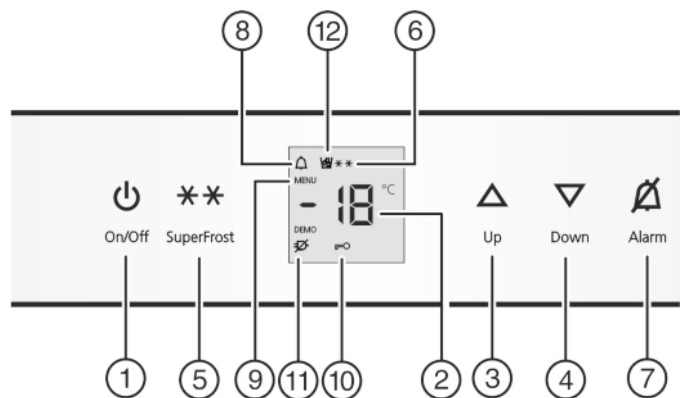

Fig. 2
- ▶ Paspauskite mygtuką „On/Off“ Fig. 2 (1).
- ▶ Reguliavimo režimo įjungimas: „SuperFrost“ mygtuką Fig. 2 (5) laikykite paspaudę apie 5 s.
- ▷ Šviečia meniu piktograma Fig. 2 (9).
- ▶ Norėdami patvirtinti, trumpai paspauskite mygtuką „SuperFrost“ Fig. 2 (5).
- ▶ norėdami įjungti apsaugą nuo vaikų, trumpai paspauskite mygtuką „SuperFrost“ Fig. 2 (5).
- ▷ Šviečia apsaugos nuo vaikų piktograma Fig. 2 (10). Indikatoriuje mirksi **c**.
- ▶ norėdami išjungti apsaugą nuo vaikų, trumpai paspauskite mygtuką „SuperFrost“ Fig. 2 (5).
- ▷ Užgesa apsaugos nuo vaikų piktograma Fig. 2 (10). Indikatoriuje mirksi **c**.
- ▶ Reguliavimo režimo išjungimas: paspauskite mygtuką „On/Off“ Fig. 2 (1).
- ▶ Paspauskite mygtuką „Signalas“ (Alarm) Fig. 2 (7).
Kartu pradeda mirksėti temperatūros indikatorius ir simbolis „Signalas“ (Alarm) Fig. 2 (8).
Įspėjamasis garso signalas išsijungia automatiškai, simbolis „Signalas“ (Alarm) Fig. 2 (8) nustoja šviesti, o temperatūros indikatorius nustoja mirksėti, kai vėl pasiekiami pakankamai žema temperatūra.
- ▶ Temperatūros didinimas: paspauskite nustatymo mygtuką „Up“ Fig. 2 (3).
- ▶ Temperatūros mažinimas: paspauskite nustatymo mygtuką „Down“ Fig. 2 (4).